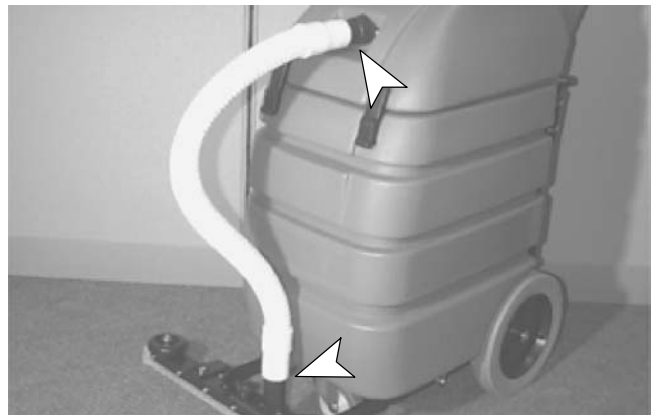

図 6
11. 白色のバキュームホースを、スクイージーアッセンブリと本体上部のホース口の両方につなぎます。(図6)